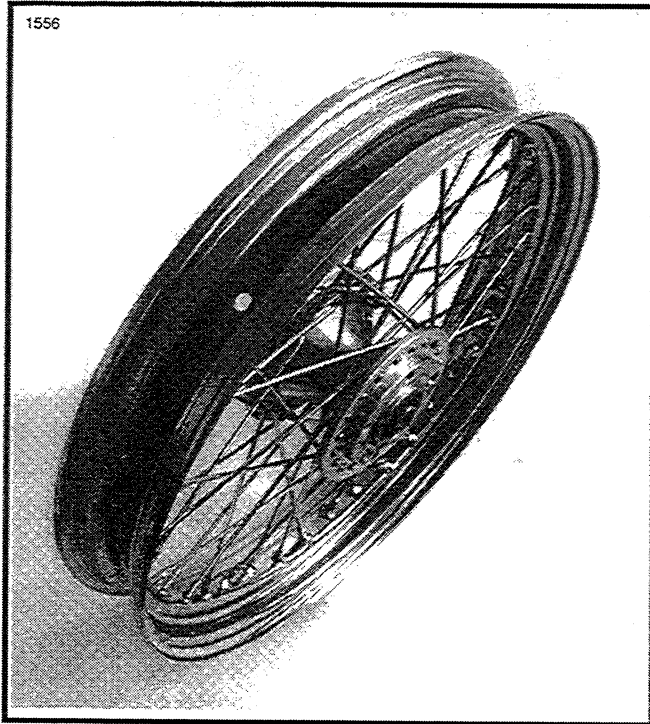

Figure 2-21. Installation du couvre-jante
1. Voir Figure 2-21. Sur les roues rayonnées, installez un fond de jante dans le creux de la jante. Assurez-vous que les rayons ne dépassent pas des écrous et que le trou de la tige de valve dans le fond de jante est bien aligné avec le trou dans la jante.